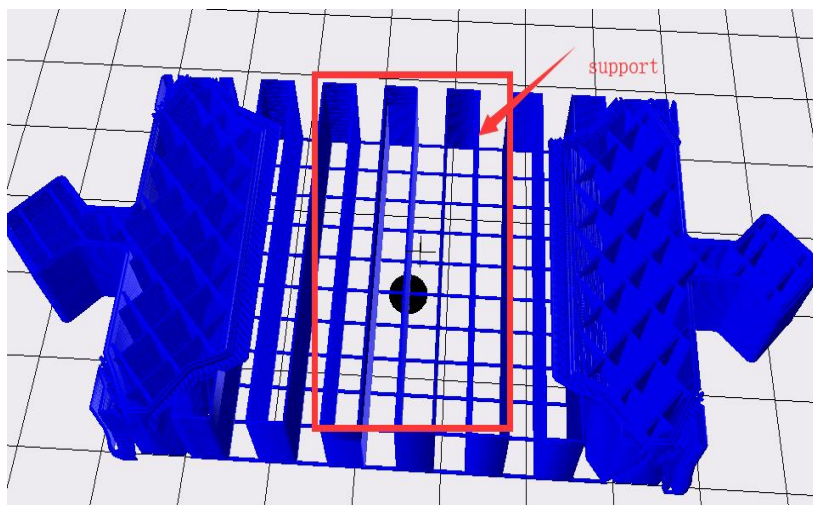
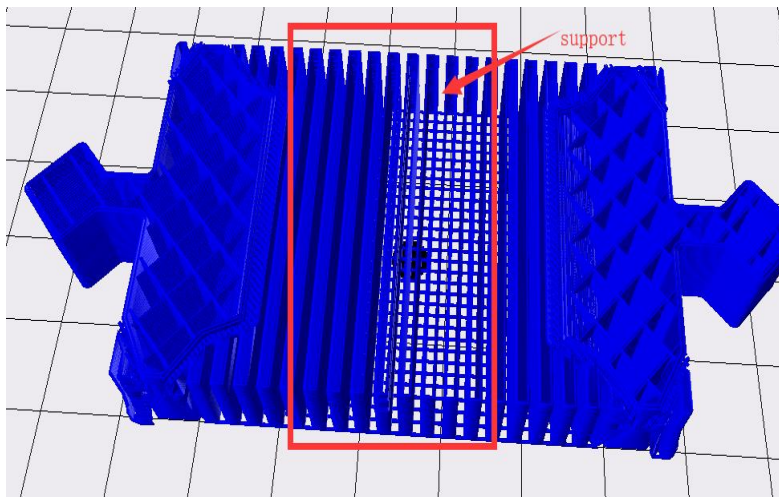

图 22, 10%支撑填充率
图 23, 30%支撑填充率
(3) 支撑填充率 (%)：即支撑的填充率，决定相邻支撑填充线之间的距离，值越大，则走线越近，支撑结构越密集。填充率越高，支撑强度越高，支撑越实心，则越容易支撑住模型，但越难去除；填充率越低，支撑强度越低，则越容易去除，但对模型的支撑能力越低。图 22 与图 23 分别展示了 10%支撑填充率与 30%支撑填充率的情况，可以明显看到 30%支撑填充率的支撑结构比 10%的要密集得多。